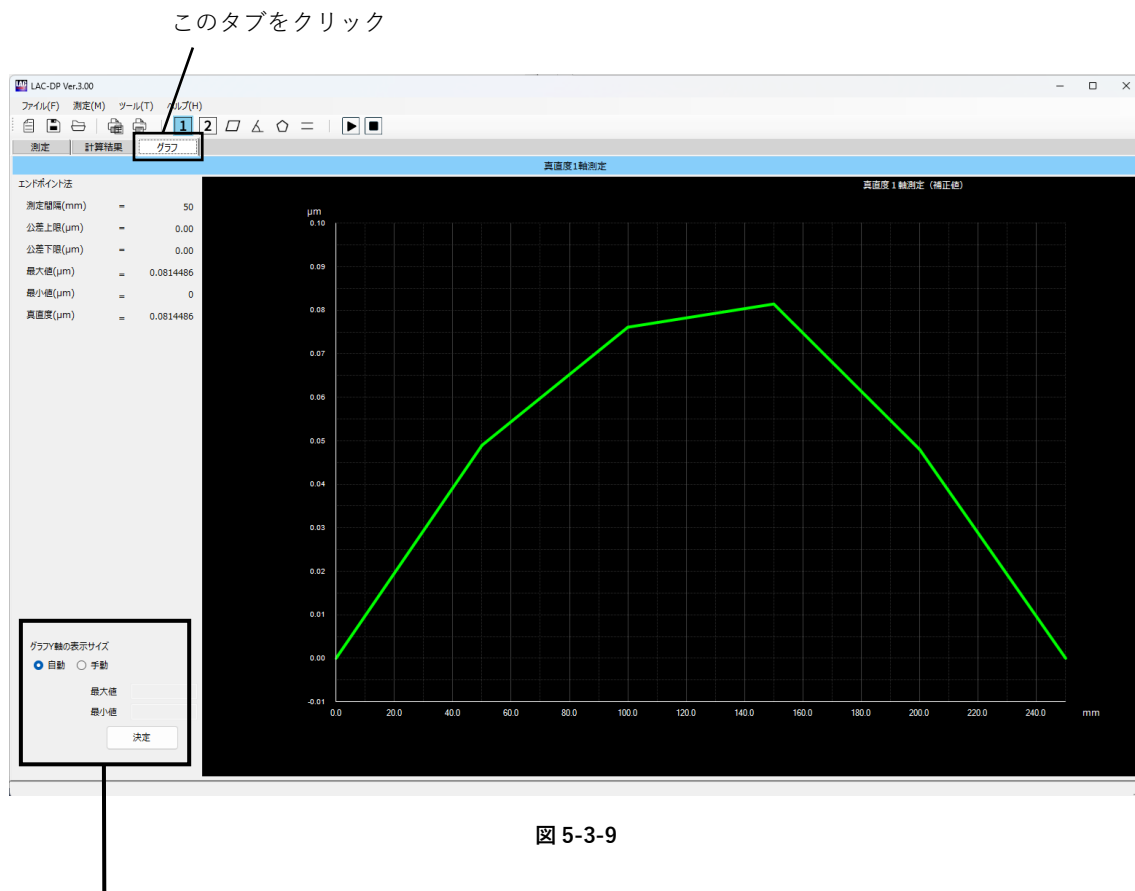

図 5-3-9
5.3.2で行った計算結果を「グラフ」で表示します。[グラフ]タブをクリックすると「グラフ」が表示されます(図5-3-9)。